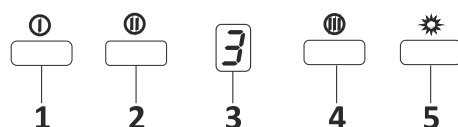

Fig. 13: Botão Spd Dig 3
1. ➤ Premir neste botão para ligar o produto. O produto também funcionará no 1º nível de velocidade quando este botão for premido.Fig. 13
2. ➤ O produto funcionará no 2º nível de velocidade quando este botão for premido.Fig. 13
3. ➤ Visor dig Pode seguir no visor a que velocidade o produto está a funcionar atualmente.Fig. 13
4. ➤ O produto funcionará no 3º nível de velocidade quando este botão for premido.Fig. 13
5. ➤ Premir neste botão para ligar ou desligar a lâmpada.Fig. 13
6. ➤ Premir e manter premido qualquer dos botões de funcionamento do motor por mais de 2 segundos, iniciará uma função de temporizador de 15 minutos. Será exibido um sinal quando o temporizador iniciar e o motor parará automaticamente após 15 minutos.Fig. 13